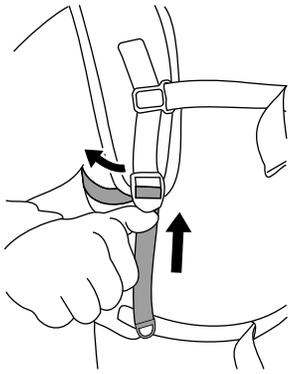

Bild 13
6. Wenn die Schultergurte oder die Gurte der Lastaufnahme zu eng sitzen, drücken Sie die Versteller nach oben, um die Gurte zu verlängern (**Bild 13**).